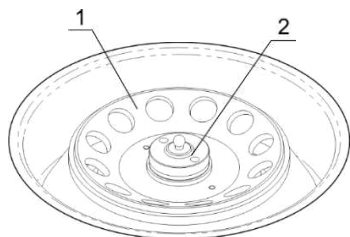

Рисунок 1. Установка ротора
- Откройте внешнюю крышку кнопкой **Open** (рис. 1/1), и поднимите крышку рукой.
- Установите ротор (рис.1/1) и зафиксируйте его, закрепив ротор на оси прибора гайкой фиксации, отверстиями под ключ вверх (рис. 1/2), до упора с помощью крепежного ключа.